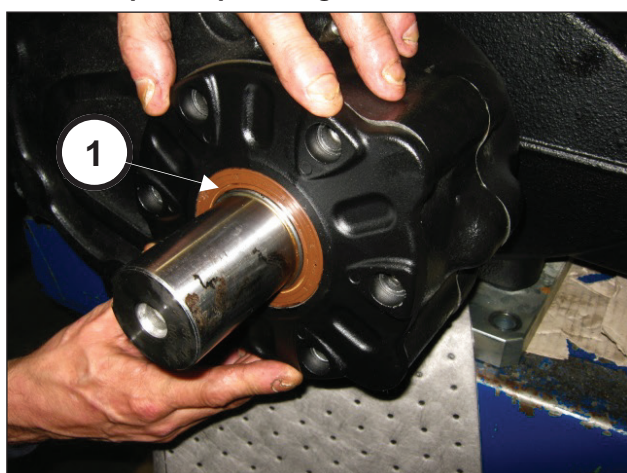

Fig. 81
Para evitar danificar às juntas do óleo, preste particular atenção na inserção da junta do óleo no pinhão (pos. ①, Fig. 81).